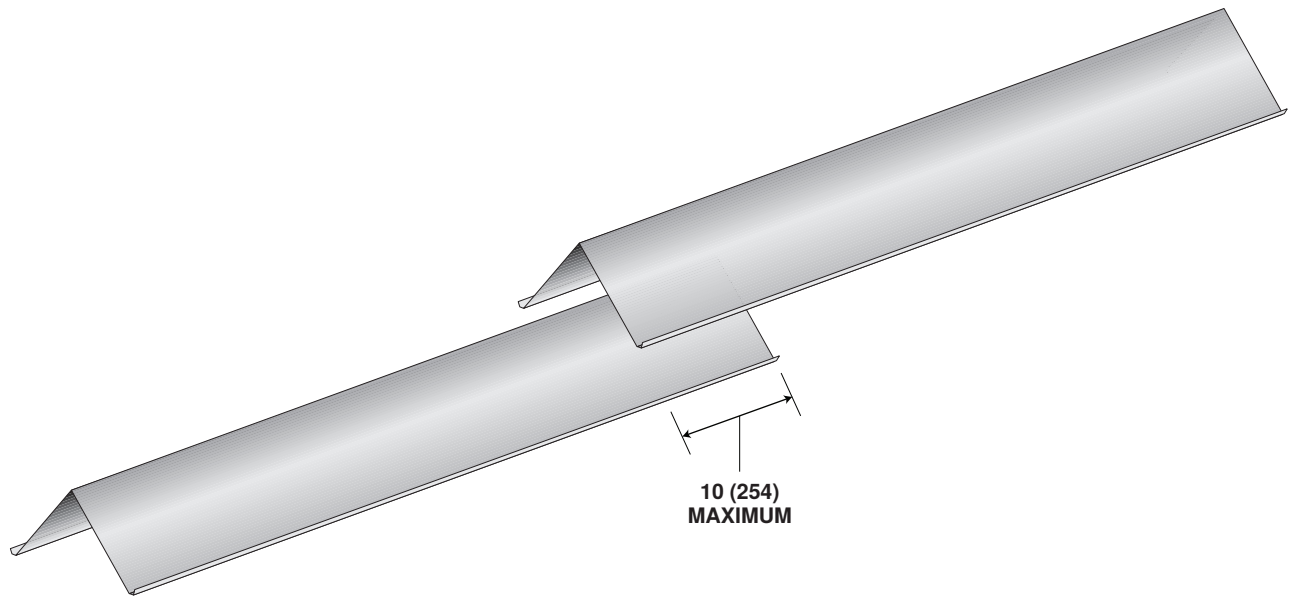

Figure 3. Superposition des boucliers protecteur
3. Installez les boucliers supplémentaires nécessaires, conformément aux étapes 1 et 2. Les écrans peuvent être espacés, accolés ou se chevaucher. Les boucliers ne doivent pas se chevaucher de plus de 10 pouces (254 mm) comme le montre la Figure 3.